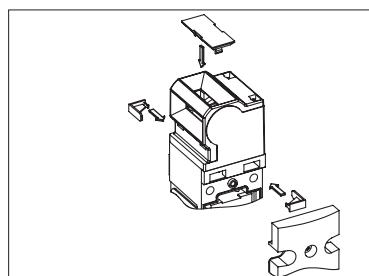

Fig. 2: Inserire i cunei di fissaggio, chiudere l'intaglio di comando
3. Opzionalmente: impiegare come protezione antiribaltamento i cunei di fissaggio inclusi in dotazione (vedere Fig. 2).
4. Chiudere l'intaglio di comando non utilizzato con l'apposita copertura in dotazione (vedere Fig. 2).